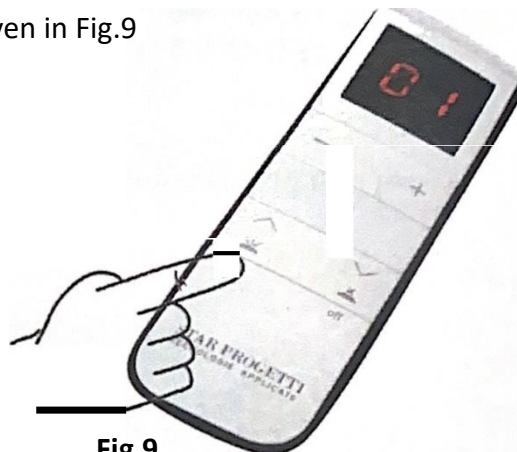

Fig.9
- Op kanaal <<1>>, druk op de toets zoals aangegeven in Fig.9